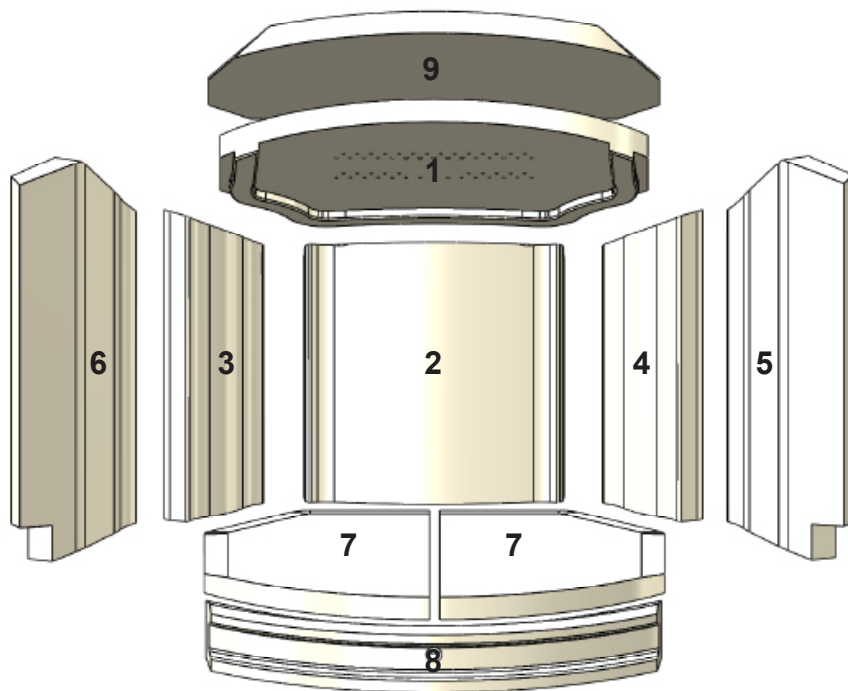
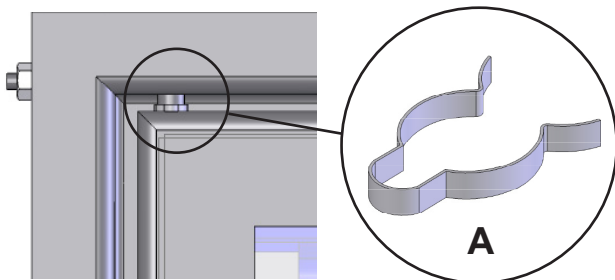

FIG 9A
FIG 9B
Usunąć zabezpieczenie transportowe (RYS. 9A) przymocowane w górnym zawiasie drzwiowym, jeśli nie zostało jeszcze usunięte. Otworzyć drzwi i lekko dokręcić małą śrubkę imbusową (B) po wewnętrznej stronie drzwi, tuż nad dolnym zawiasem. Chwycić i lekko unieść drzwi w kierunku górnej części ramy, powiększając tym samym szczelinę między ich dolną częścią i ramą. Opuszczać drzwi, aż górny zawias odcepi się od ramy (RYS. 9B). Podczas zakładania drzwi należy pamiętać, aby odkręcić śrubkę imbusową. Zwolnić to wewnętrzną śrubę w zawiasie, która opuści się na miejsce.